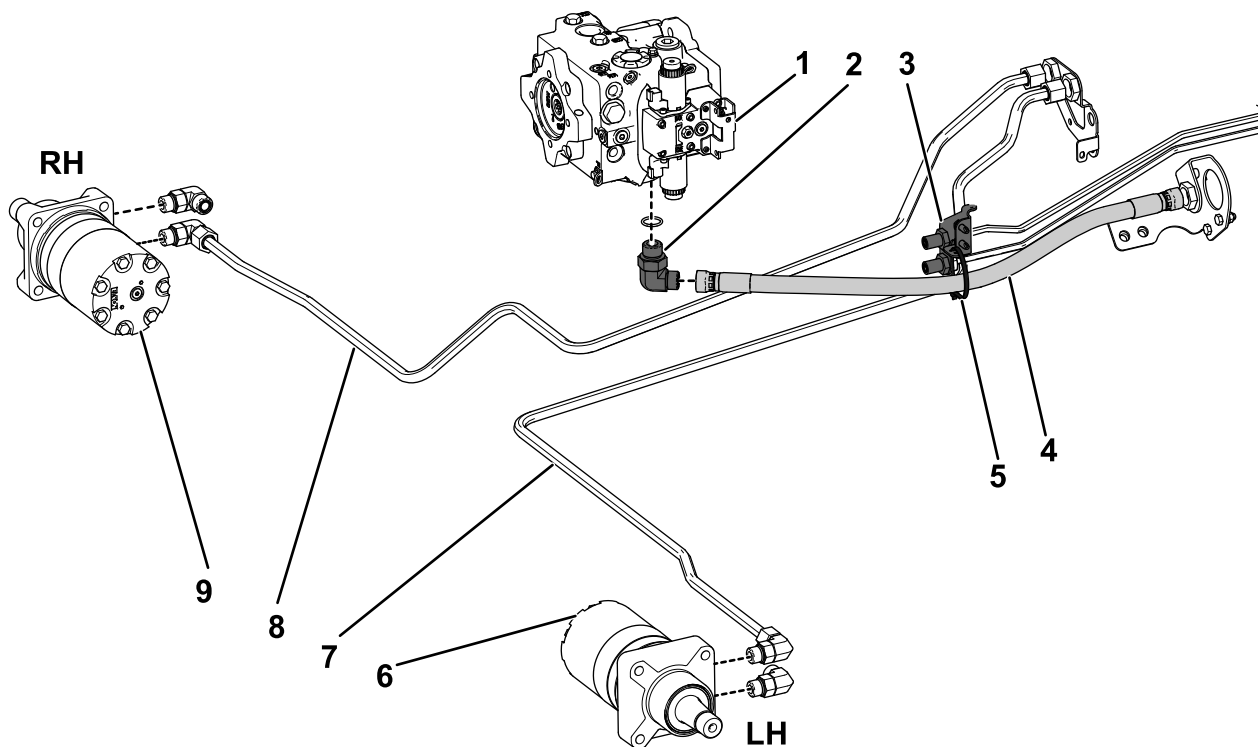

Figura 12
1. Collegate il tubo idraulico, n. cat. 108-7622, al raccordo del motore della ruota destra e al tubo idraulico destro nel supporto destro del telaio (Figura 12).
2. Collegate il tubo idraulico, n. cat. 108-7623, al raccordo del motore della ruota sinistra e al tubo idraulico sinistro nel supporto destro del telaio (Figura 12). Serrate tutti i raccordi tra tubi e motore a un valore compreso tra 81 e 89 N·m.
3. Montate un raccordo idraulico a 90° nella parte inferiore della pompa variabile (Figura 12). Serrate il raccordo della pompa a un valore compreso tra 183 e 202 N·m.
- Per i modelli 03950 e 03954, fissate il flessibile idraulico alla staffa di supporto con una fascetta per cavi, come illustrato nella Figura 12.